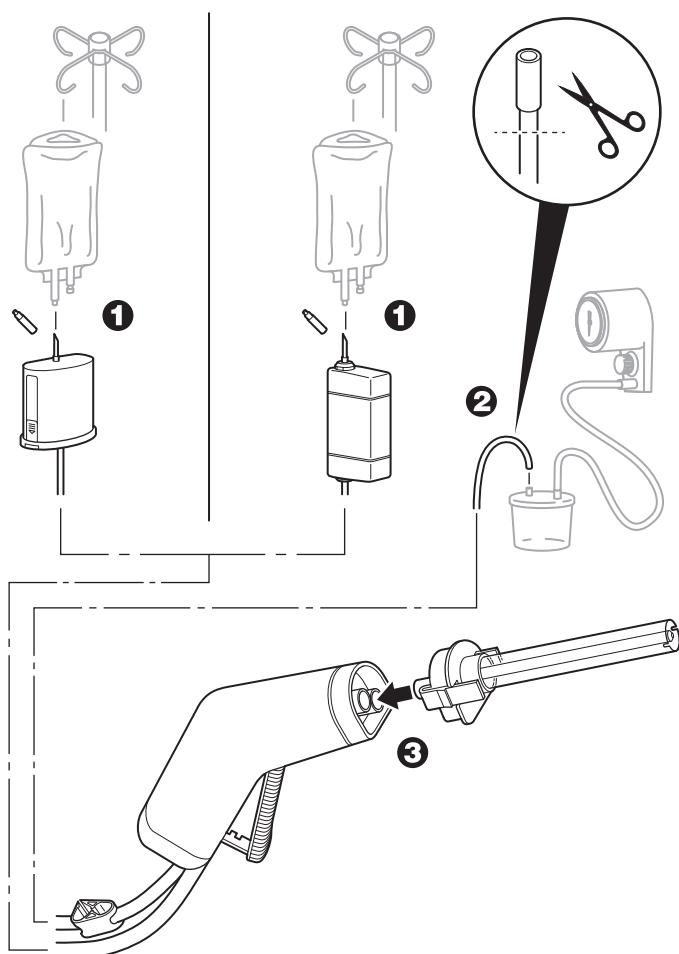

図1 - ハンドピースの組み立て
- 無菌手技を使って、ハンドピースの洗浄チューブから洗浄チューブスパイクキヤップを取り外し、洗浄バッグの無菌ピールポートに洗浄チューブスパイクを取り付けます(図1)。